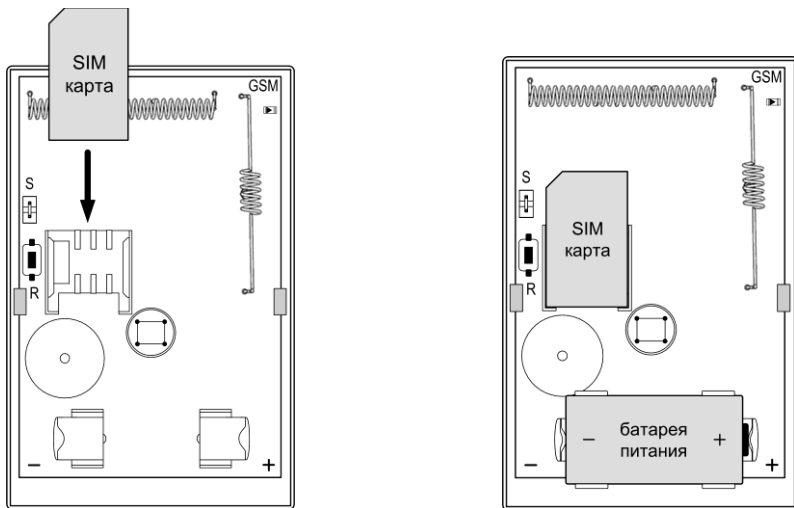

Рис.9 Установка SIM карты и батареи питания
2. Убедитесь, что SIM карта установлена в соответствии с рис.9, либо установите SIM карту (если не установлена) – см. рис. 9.
2. Убедитесь, что SIM карта установлена в соответствии с рис.9.